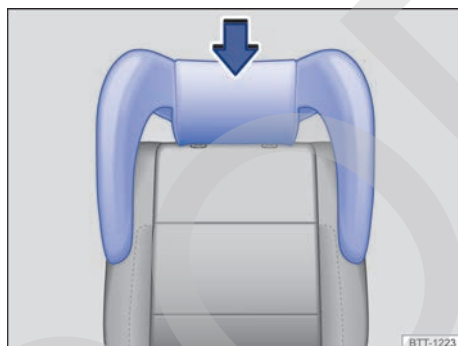

Fig. 64 Asiento integrado para niños: montaje del apoyacabezas con elementos laterales.
El asiento integrado para niños puede equiparse con un *apoyacabezas con elementos laterales* → fig. 64.
- Introduzca el apoyacabezas del asiento para niños en las guías del respaldo trasero correspondiente hasta que encastre correctamente → fig. 64.